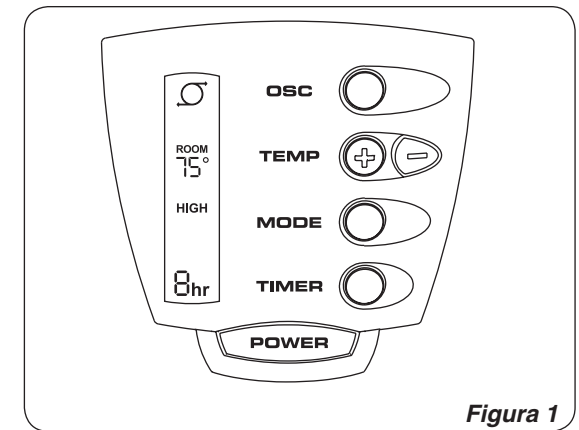
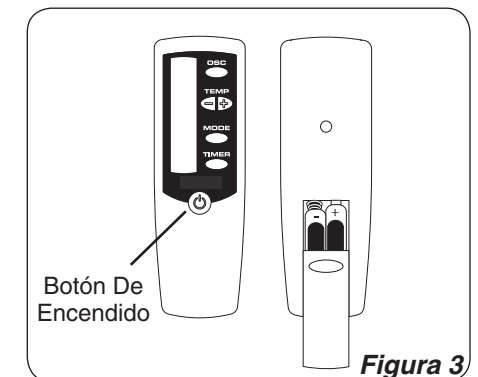

Figura 1
Figura 3
Este Calefactor puede operarse mediante los controles manuales ubicados en el Calefactor (como se indica en la **Figura 1**) o mediante su control remoto (como se indica en la **Figura 3**).
- Encienda el Calefactor al oprimir el **Botón De Encendido (Power)**. (**Figura 1**)
CONTROL REMOTO (Figura 3)